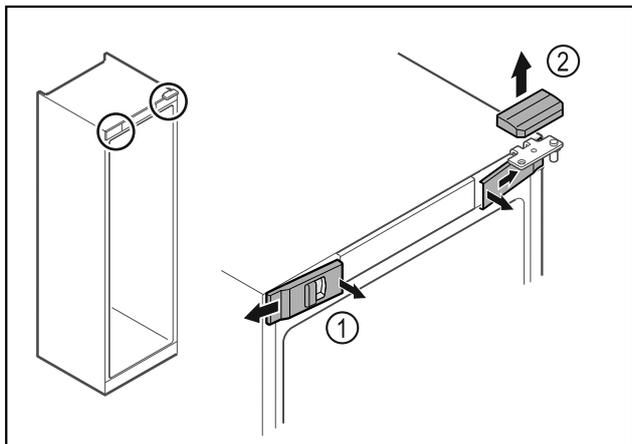

Fig. 7*
- Передние крышки Fig. 7 (1) освободите от фиксации с внутренней стороны и отведите в сторону.*
- Движением вверх снимите верхнюю крышку Fig. 7 (2)*